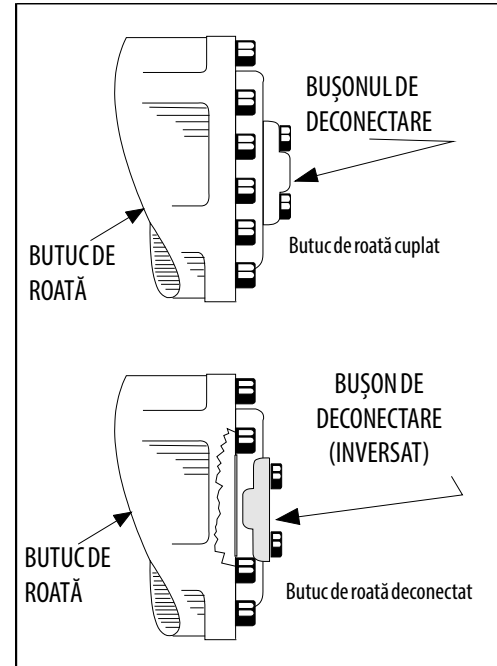

Figura 4-5. Deconectarea butucilor de roată
3. Deconectați butucii de roată inversând bușonul de deconectare. Consultați Figura 4-5., Deconectarea butucilor de roată.